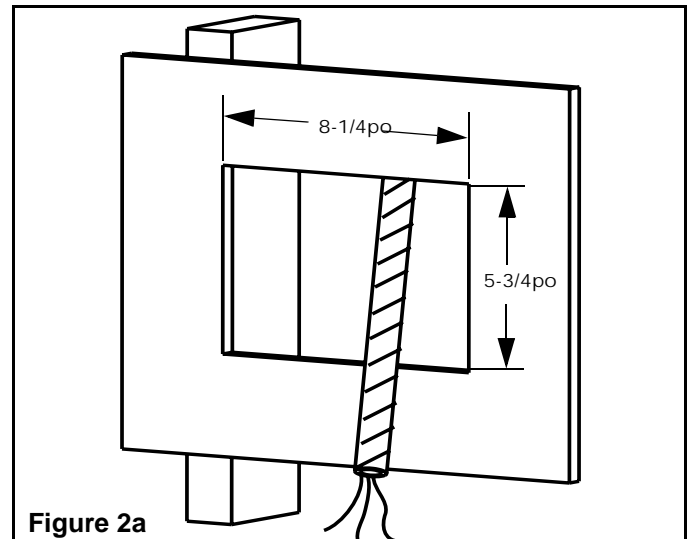

Figure 2a
### Installation du support en "U" dans le mur (Figures 2a, b, c)
1. Couper une ouverture rectangulaire (de 8-1/4 po par 5-3/4 po) près de la solive du plafond. Le côté court de l'ouverture doit être le long de la solive. Utiliser le support en " U " pour marquer les dimensions de l'ouverture sur le plafond (Figures 2a, b, c).